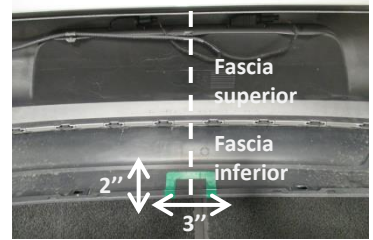

Figura 3
7. Localice el centro inferior de la fascia inferior y recorte a 2" de altura y 3" de ancho, como se muestra en la Figura 3.